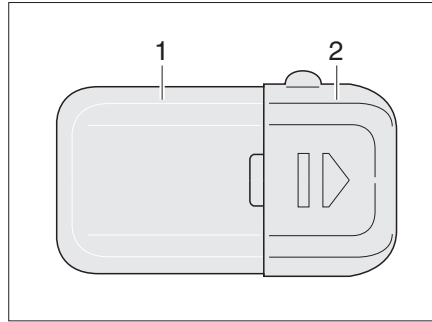

Fig. 259 Eclairage de la penderie
- Enfoncer légèrement le couvercle de la lampe (Fig. 259,1) et le retirer.
- Pousser le couvercle (Fig. 259,2) dans la direction de la flèche.
- Repousser le couvercle (Fig. 259,2) en place.